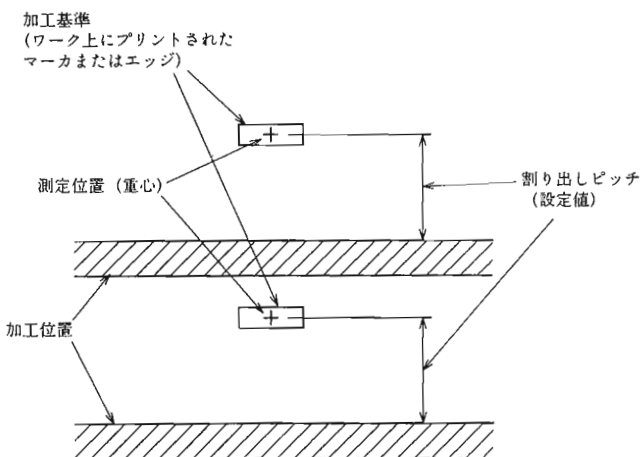

図11 ピッチ計測から加工位置を割り出す
- ① アライメントはワーク上の2ヶ所にプリントされた基準マーカまたはエッジ位置を順次計測し、2点のY方向ズレ量から θ テーブル回転角度を計算する。Y方向ズレ量が許容値以下になるまで θ テーブルの角度を補正し平行出しを行う。
- ② ダミーカットは砥石のY方向位置と画像のY方向中心の位置合わせを行う。まずダミーワークに対して溝入れ加工を行い、次に加工した溝のエッジ位置を計測し、計測した位置に画像処理のY方向中心線を合わせる。
- ③ ピッチ計測はワーク上の加工基準となるマーカまたはエッジを順次計測し、計測位置から設定量はなれた位置に加工を行う。(図11)
- ④ 加工量確認は切断、溝入れ等の加工を行った後、加工エッジ位置を計測し加工量の確認を行う。